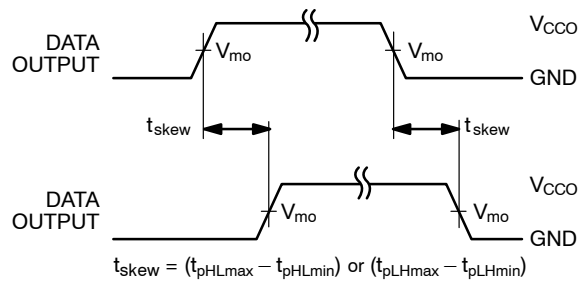

图 15. 输出偏差 (SKEW) 时间
14. 偏斜是输出信号之间传播延时的变化, 仅适用于同一端口的输出信号 (A_n 或 B_n), 且以相同的极性切换 (低电平至高电平或高电平至低电平) (见 图 15)。偏差 (Skew) 没有经过测试。